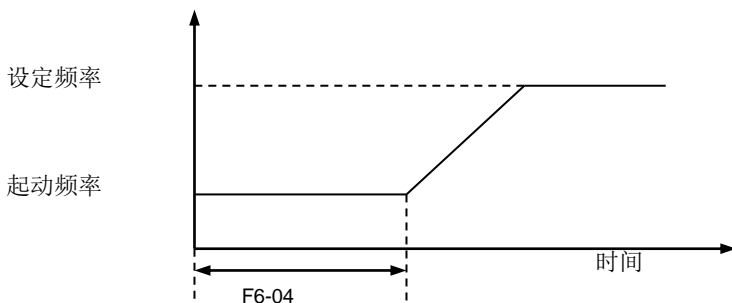

图 6-20 起动频率持续时间
- 起动频率持续时间, 开始起动时以起动频率运转的持续时间。如果设定频率比起动频率低, 变频器将不运行, 处于待机状态。起动频率持续时间到达后, 按设定的加速时间上升到设定频率运行。如图 6-20 所示。